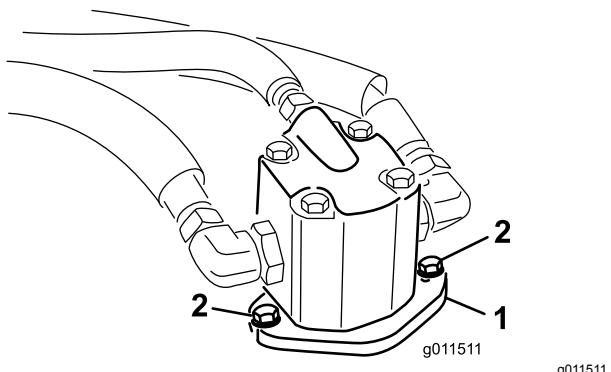

Figura 114
4. Retire os parafusos que fixam o motor hidráulico à plataforma do cortador (Figura 114).